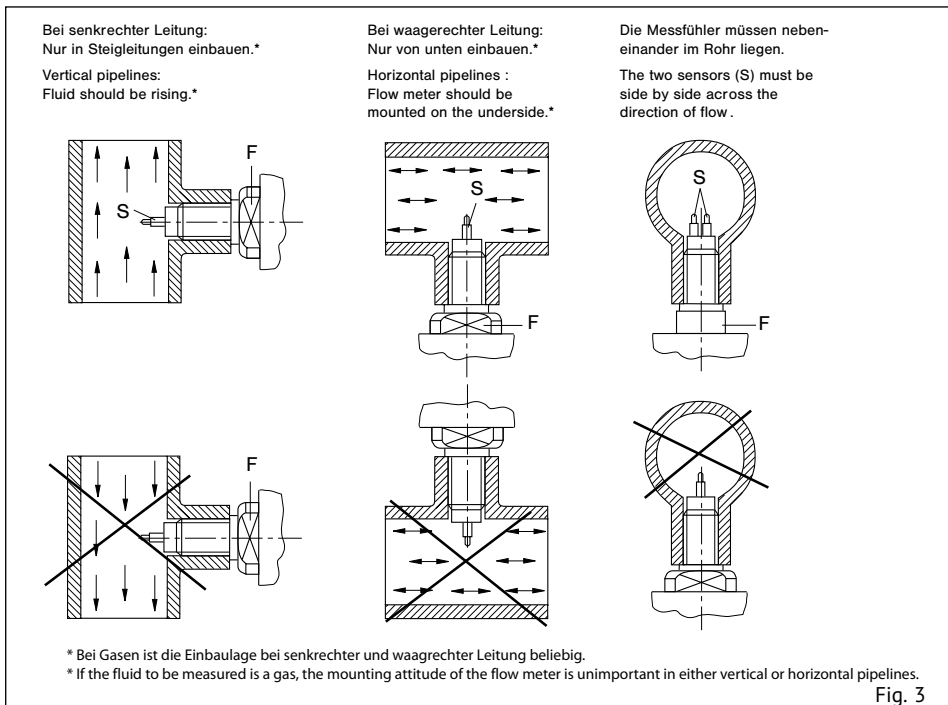
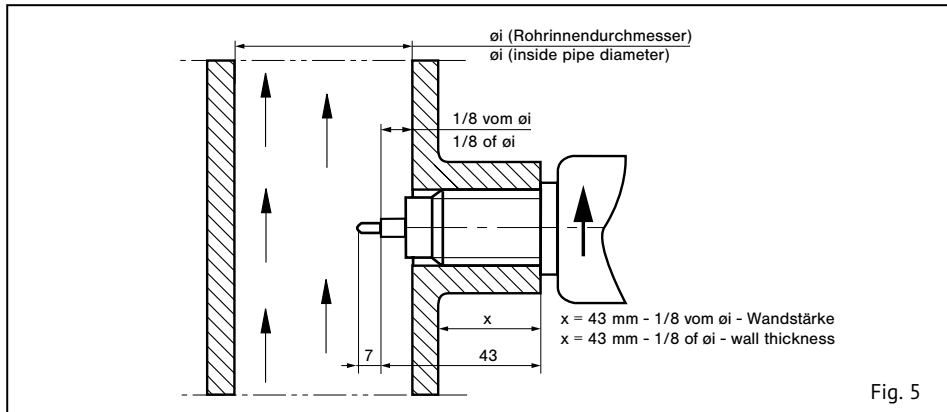
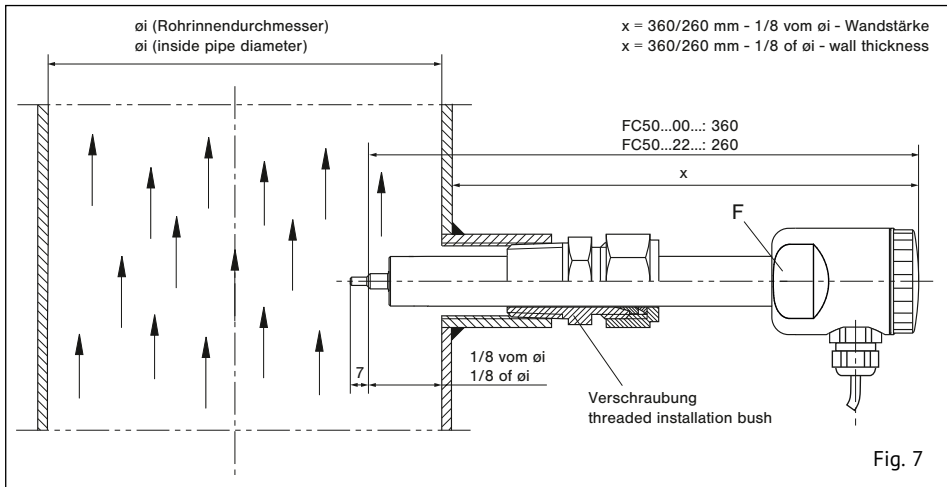

Fig. 3
Fig. 5
Fig. 7
- 2 Den Einbauort wie folgt wählen (siehe Fig. 3):
- 2 The flow meter should be installed in the pipe in accordance with the following conditions (see fig. 3):
Die beiden Messfühler (S) müssen im eingebauten Zustand nebeneinander im Strömungsmedium liegen. Dies ist der Fall, wenn die Schlüsselansatzflächen (F) parallel zur Rohrleitung stehen (siehe Fig. 3). Bis 56 mm Rohrinne Durchmesser sollte der Einschraubstutzen bündig mit der Rohrinne wand sein. Größer 56 mm Rohrinne Durchmesser sollte die Fühlermitte (schräger Absatz) auf 1/8 des Rohrinne Durchmessers eingeschraubt werden. Der Pfeil (Laserbeschriftung) an der Seite des Gehäuses muss in Strömungsrichtung zeigen (siehe Fig. 5).
The two sensors (S) of the flow meter must be aligned side by side directly across the direction of flow. The sensors are correctly positioned when the wrench flats (F) are aligned parallel with the pipe (see fig. 3). For inside pipe diameters up to 56 mm (2.2 in) the shaft end should be in line with the inner pipe wall. For inside pipe diameters above 56 mm (2.2 in) the shoulder of the two sensors (7 mm (0.28 in) from the tip) should be positioned at 1/8 of inside pipe diameter \varnothing i. The arrow (laser marking) at the side of the housing must show in direction of flow (see fig. 5).
Die beiden Messfühler (S) müssen im eingebauten Zustand nebeneinander im Strömungsmedium liegen. Dies ist der Fall, wenn die Schlüsselansatzflächen (F) parallel zur Rohrleitung stehen (siehe Fig. 3). Die Fühlermitte (schräger Absatz) sollte bei 1/8 des Rohrlinnendurchmessers positioniert werden. Der Pfeil (Laserbeschriftung) an der Seite des Gehäuses muss in Strömungsrichtung zeigen (siehe Fig. 7).
The two sensors (S) on the flow meter must be aligned side by side directly across the direction of flow. The sensors are correctly positioned when the wrench flats (F) are aligned parallel with the pipe (see fig. 3). The shoulder of the two sensors (7 mm (0.28 in) from the tip) should be positioned at 1/8 of inside pipe diameter $\varnothing i$. The arrow (laser marking) at the side of the housing must show in direction of flow (see fig. 7).